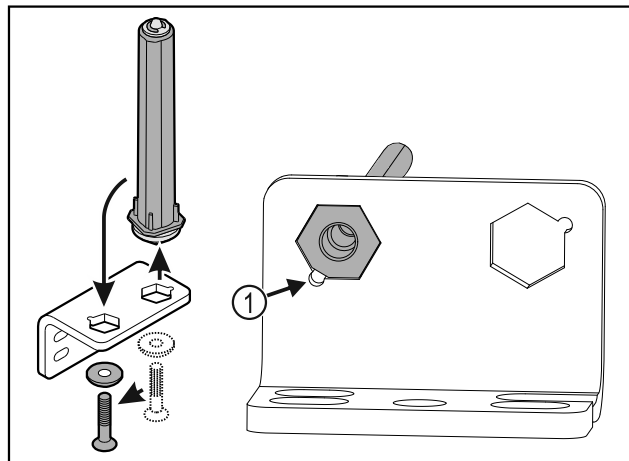

Fig. 30
- Vær derved opmærksom på, at boltens affasning Fig. 30 (1) peger mod det runde hul under isætningen.